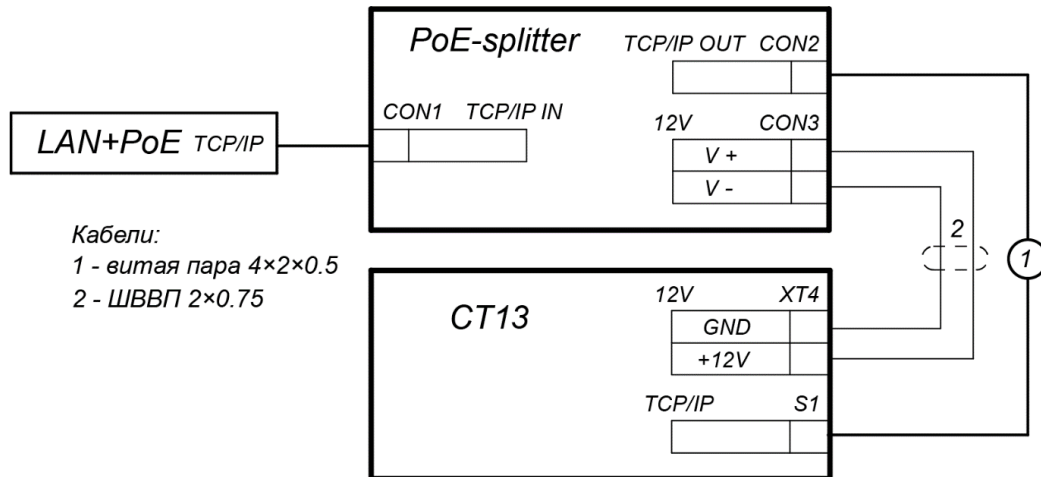

Рисунок 31. Схема подключения контроллера ЭП
- Подключите цепь питания контроллера ЭП к разъему **Con3** сплиттера. Схема подключения приведена на рис. 31 (штекер для подключения к разъему входит в комплект поставки сплиттера).
Металлодетектор располагается перед ЭП и выступает в роли устройства, при необходимости блокирующего или разблокирующего работу считывателя карт доступа для данного направления. Схема подключения представлена на рис. 31.